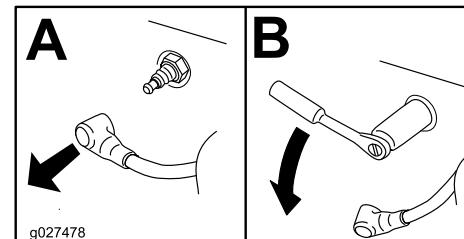

Figure 34
2. Déposez la bougie, comme montré à la Figure 34.